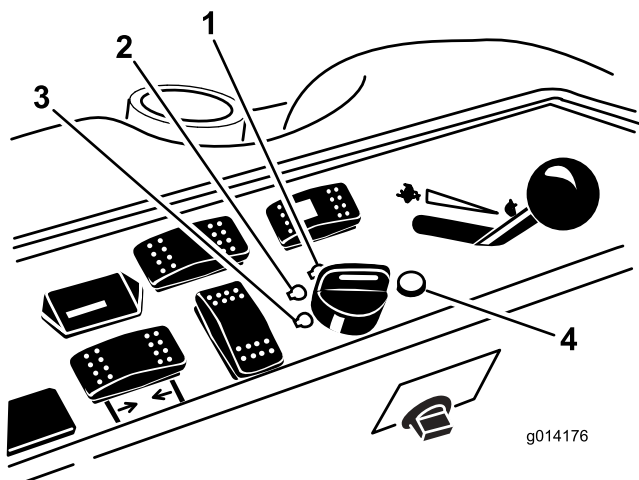

Figure 12
- Tournez la clé dans le sens horaire en position de marche (Figure 12).
- Tournez la clé de contact à la position contact coupé (Figure 12). Attendez l'arrêt de toutes les pièces en mouvement avant de quitter la position de conduite.